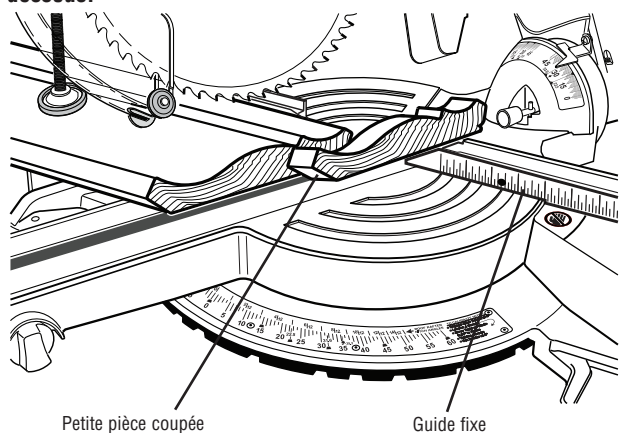

Figure 59. Pièce coupée au-dessus du guide
**AVERTISSEMENT** Quand on scie en angle composé une corniche posée à plat sur la table, les chutes courtes (de longueur inférieure ou égale à 2 po) risquent d'être éjectées à haute vitesse, de passer par-dessus le guide et d'être projetées au-delà de l'arrière de la scie (voir Figure 59). Il faut utiliser un guide auxiliaire comme illustré aux figures ci-dessous.